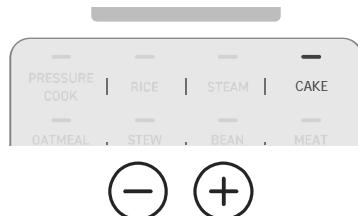

Abbildung 9.5
- Wählen Sie **BACKEN** und drücken Sie die Tasten - oder +, um die Zeit auf die für Ihr Rezept erforderliche Backzeit einzustellen. [Abb. 9.5]